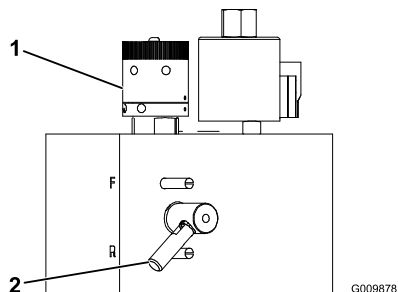

Figura 64
3. Rode o manípulo de rectificação, no bloco das válvulas (Figura 64), no sentido horário para a posição Backlap (R) (Rectificação). Rode o manípulo da velocidade dos cilindros (Figura 64) para a posição 1.